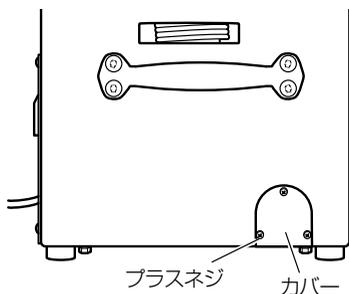

図 11
- (1) 本体側面のプラスネジ (3 本) を付属のプラスドライバーではずし、カバーを取りはずします。(図 11)